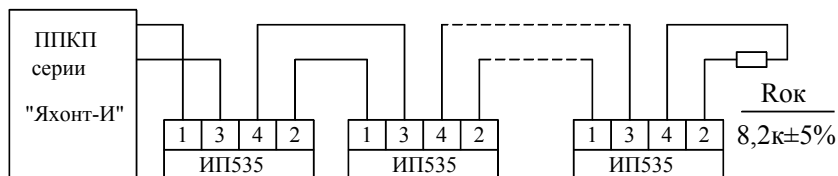

Рис.7.1.Схема подключения извещателей ИП535 к приборам серии «Яхонт И»
7.3 Произвести монтаж шлейфа сигнализации в соответствии со схемой, указанной для конкретного ППКП. Для приборов серии «Яхонт-И» монтаж проводить в соответствии со схемой рис. 7.1.